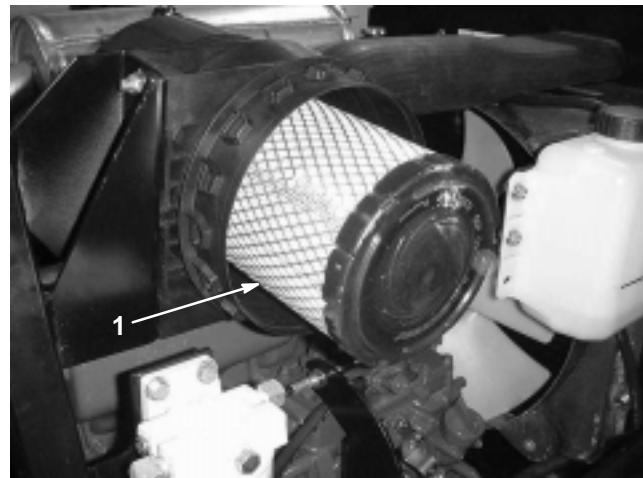
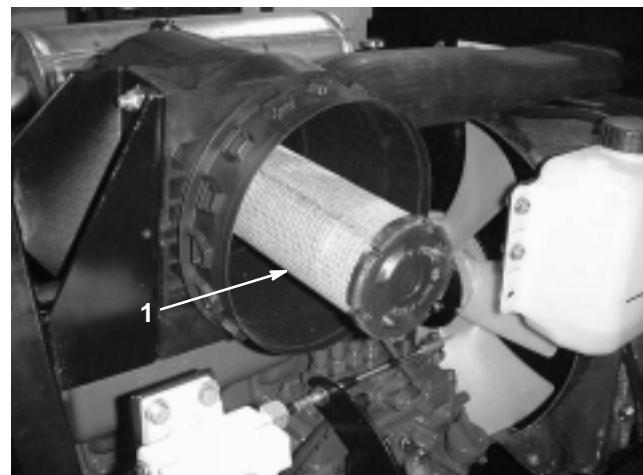

Figure 29
Figure 30
- Sortez l'élément primaire (Fig. 29) du corps du filtre avec précaution pour ne pas déloger trop de poussière. Evitez de cogner l'élément contre les parois du filtre. N'enlevez **pas** l'élément de sécurité (Fig. 30).
Important N'essayez jamais de nettoyer l'élément de sécurité (Fig. 30). Remplacez-le une fois sur trois, quand vous effectuez l'entretien de l'élément primaire.